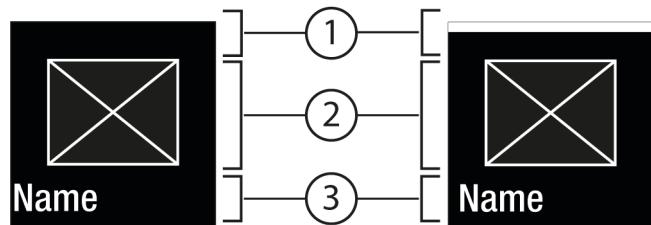
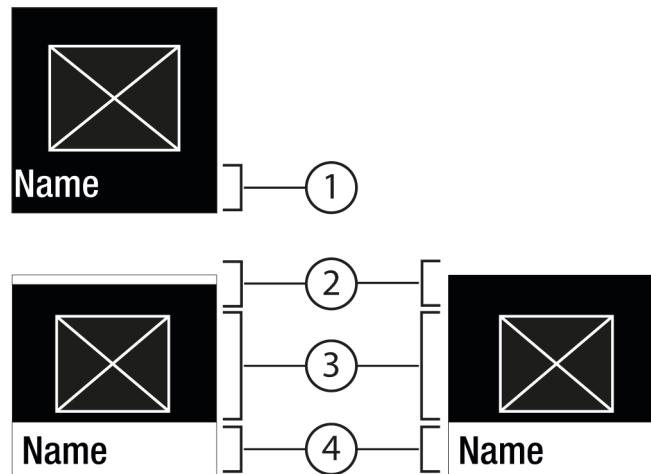

Fig. 6
Fig. 7
- Pomocou Potvrdiť Fig. 5 (2) vyvolajte podmenu Fig. 7 (4).
- Nastavenie novej hodnoty: Pomocou Potvrdiť Fig. 5 (2) vyberte deaktivovanú hodnotu Fig. 6 (1).
- Späť na menu: pomocou Potvrdiť Fig. 5 (2) vyberte už aktívovanú hodnotu Fig. 6 (2).
- Stav: aktivovaná Fig. 6 (1) sa krátko objaví v podmenu Fig. 7 (4).